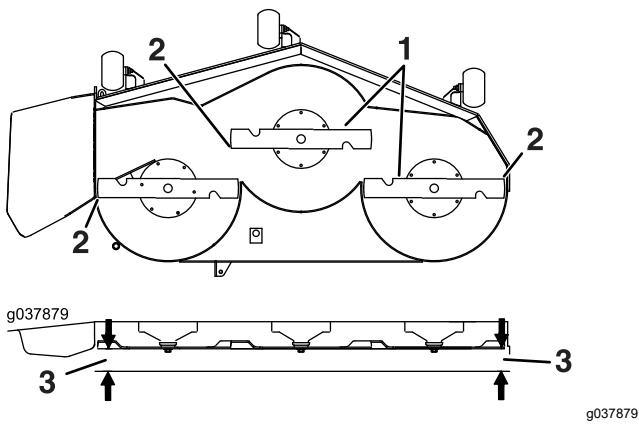

Figura 100
6. Mida entre la punta de la cuchilla y la superficie plana (Figura 100). Si ambas mediciones no están dentro de los 5 mm (3/16"), ajuste la nivelación; siga con este procedimiento.
14. Gire cuidadosamente las cuchillas colocándolas perpendicularmente al sentido de avance de la máquina (Figura 100).